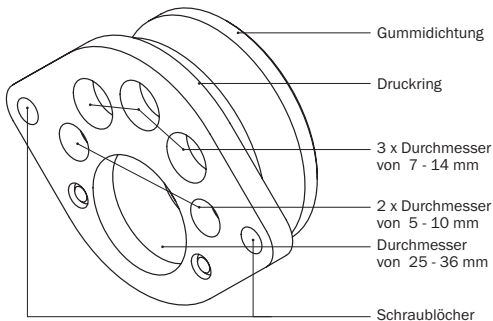

Abbildung 13.2: KRASO® BKP - Wand - Dichteinsatz - Strom + Telekommunikation - mit Durchmessern, Sekundärdichtung Strom + Telekommunikation
- Entfernen Sie die Blindstopfen der Sekundärdichtung und wählen Sie jeweils den nächst kleineren Einschnitt, der dem Durchmesser der jeweiligen Medienleitung entspricht (s. Abbildung 13.2 unten).
- Entfernen Sie den jeweiligen Gummiverschluss des **KRASO® BKP - Wand - Dichteinsatzes - Strom + Telekommunikation** - entsprechend der ermittelten Durchmesser (s. Abbildung 13.2 oben).